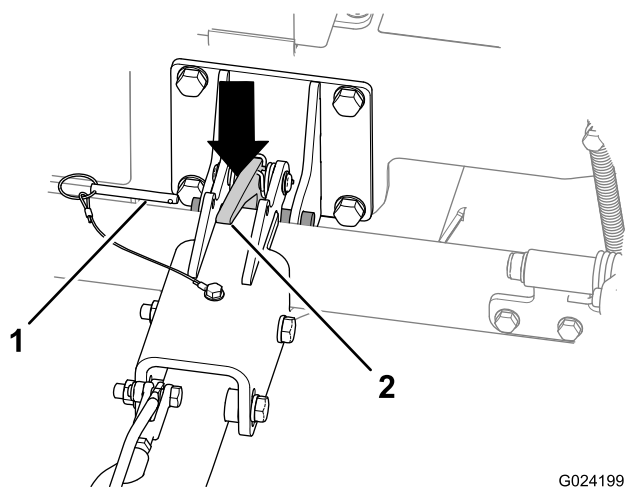

Рисунок 19
- A. Извлеките стопорный штифт (Рисунок 19).
- C. Нажмите на фиксатор сцепки, чтобы расцепить сцепку (Рисунок 19).